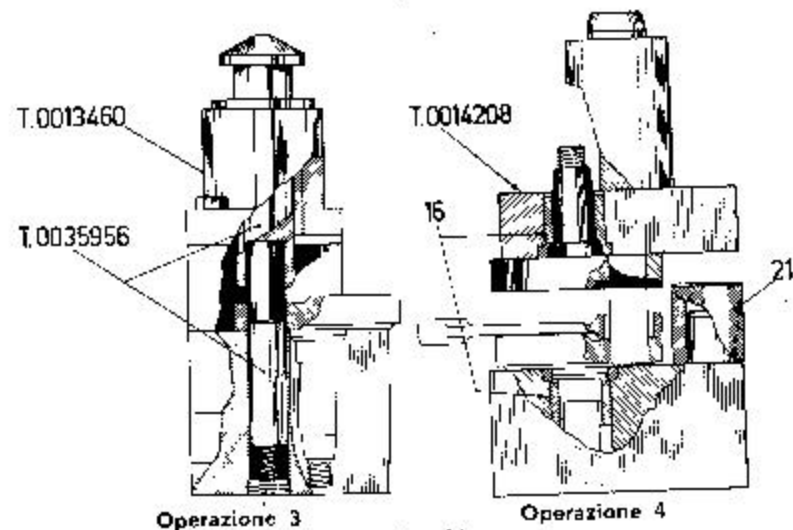

Fig. 90
- 6) - Montare sul semialbero lato frizione il nuovo gruppo biella-bottone, quindi montare il semialbero lato volano (vedi fig. 90 operazioni 3 e 4).